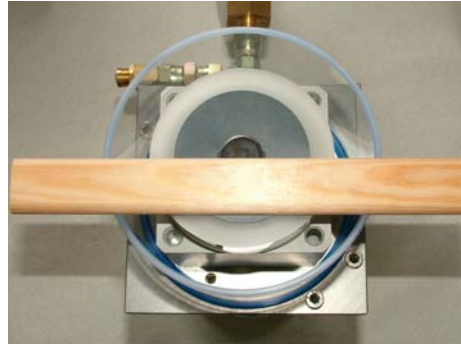

Fig. 9: Orientación de la junta de goma redonda
- Se coloca sobre una superficie la junta de goma redonda y se orienta paralela al cilindro por medio de una regla colocada sobre la camisa temperada. (ver Fig. 9; los orificios semicirculares se deben encontrar luego debajo de las aperturas de la válvula).